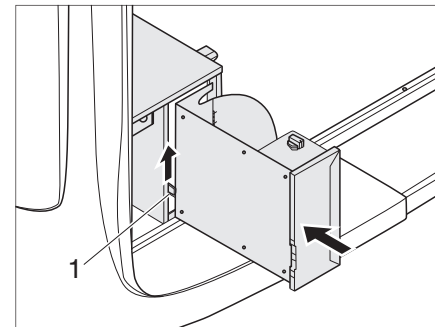

Bild 79 Skjut in gasspisinsatsen
- ▶ Flytta låset (Bild 79,1) uppåt och skjut in gasspisinsatsen tills låset klickar in på plats.